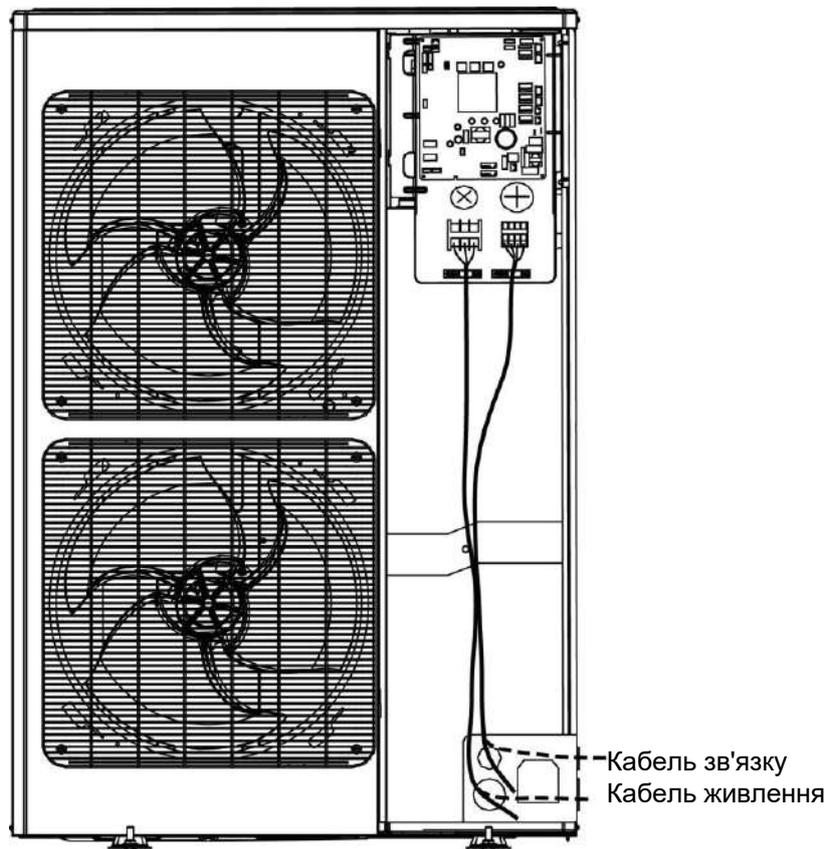

Рис. 29 Вигляд інженерної електропроводки CHV-5S224SNMX2
- (1) Будь ласка, див. рис. 29 і 30 для інженерної проводки. Якщо на шляху проводки є отвір для кабельної стяжки, закріпіть кабель за допомогою кабельної стяжки. Під'єднайте кабель живлення та кабель зв'язку до відповідної клемної колодки та гвинта заземлення відповідно до схеми з'єднання.
- (2) Зверніть увагу, що інженерна проводка не може торкатися труби та приладу
- (3) Цей малюнок застосовний лише для інженерної проводки кабелів живлення та зв'язку. Якщо є відмінності між структурою фігури та фактичною одиницею, зверніться до фактичної одиниці.
- (4) Для інженерної електропроводки зверніться до схеми електропроводки, що додається до пристрою.